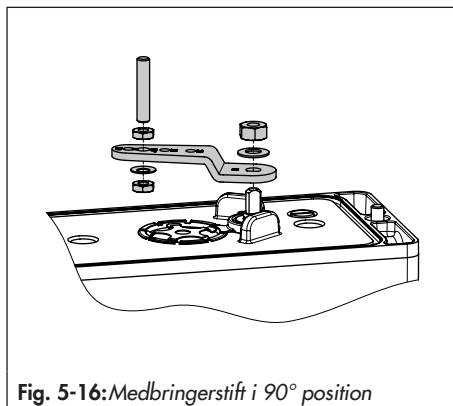

Fig. 5-16: Medbringerstift i 90° position
5. Sæt medbringerstiften i, og fastgør den i 90° positionen på positionerens arm (se Fig. 5-16). Brug kun den lange medbringerstift indeholdt i monteringssettet.
6. Ret positioneren til på adapterkonsollen (1) sådan, at medbringerstiften går i indgreb med aktuatorens medbringerhjul (3).
7. Fastgør positioneren på adapterkonsollen (4) med spændeskruerne (6).
2. Fastgør adapterblokken (1) til aktuatorens NAMUR-grænseflade med de fire spændeskruer (2). Kontrollér, at tætningerne sidder korrekt.
3. Monter medbringerhjulet (3) på aktuatorens aksel. Brug den passende adapter (se Tabel 5-9 på side 5-43).
4. Sæt adapterkonsollen (4) på adapterblokken (1), og fastgør den med spændeskruerne (5). Kontrollér, at tætningerne sidder korrekt.
5. Sæt medbringerstiften i, og fastgør den i 90° positionen på positionerens arm (se Fig. 5-16 på side 5-20).
8. Monter type 3710 reverseringsforstærkeren (7) sammen med de to styrebøsninger (8) og terminalpladen (9) på adapterkonsollen med de tilhørende spændeskruer (10). Kontrollér, at tætningerne sidder korrekt.